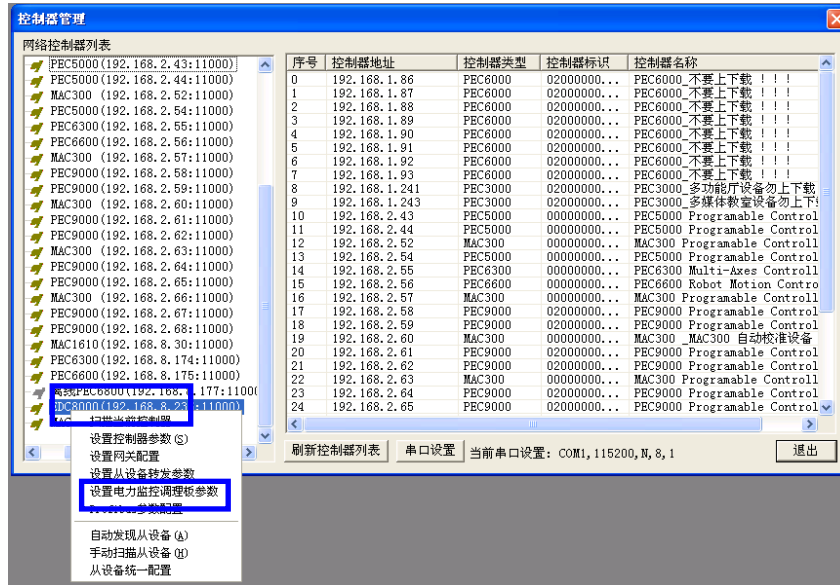

图 3.4
(4) 出现图 3.4 界面，单击【刷新设备列表】，下图红框所示，EDC8000 设备上线，左键双击【EDC8000】（出厂默认为 EDC8000_181，181 为设备的 IP 地址），将设备添加到工程。右键单击设备 EDC8000，在下拉列表中，左键单击【设置电力监控调理板参数】，下图蓝框所示，出现图 3.5 界面。